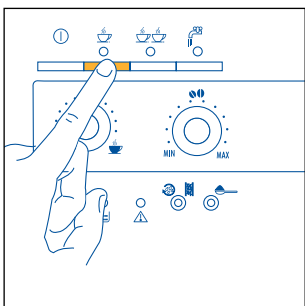
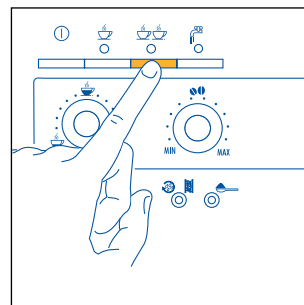

Рис. 12
Рис. 13
- 5) Нажмите кнопку , рис. 12, если вы готовите 1 кофе или кнопку , рис. 13, если готовите 2 чашки кофе. После этого кофеварка помелит зерна кофе, выполнит короткую подачу кофе, паузу и полностью выльет кофе в чашку. После достижения требуемого количества кофеварка автоматически остановит подачу кофе и вытолкнет остатки кофе в кассету для кофейной гущи.
- 7) Для того, чтобы включить кофеварку нажмите кнопку ①. (До выключения кофеварка выполняет автоматическое споласкивание: из носиков подачи кофе выльется немного горячей воды, которая будет собрана в поддоне для сбора воды, будьте осторожны, чтобы не обжечься). Если кофеварка не выключается кнопкой ① в любом случае через 3 часа после последнего использования, она выключится самостоятельно, выполнив сначала короткое споласкивание.
ПРИМЕЧАНИЕ 4: в то время, когда кофеварка готовит кофе, выливание может быть остановлено в любой момент нажатием кнопки ☕ , рис. 12, или ☕☕ рис. 13, нажатой ранее.
ПРИМЕЧАНИЕ 5: как только подача кофе закончится, если вы хотите увеличить количество кофе, достаточно удерживать кнопку ☕ , рис. 12 или ☕☕ рис. 13, нажатую ранее до получения требуемого количества (эта операция может быть проведена только в том случае, если выполняется в течение 3 секунд после завершения выливания кофе из носиков).